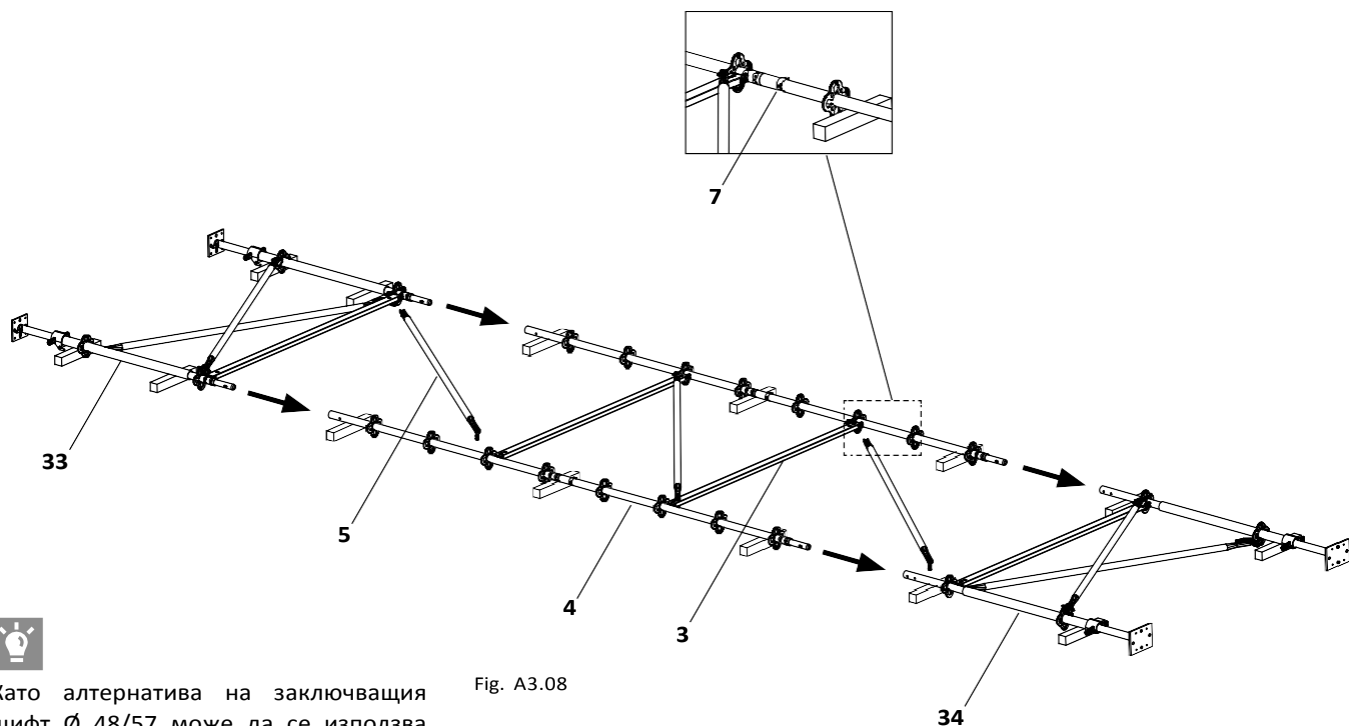

Fig. A3.08
1. Поставете стойките (4) в готовия горен елемент (34) и ги закрепете със заключващи щифтове (7).
2. Свържете стойките с гредите (3) и диагоналите (5), във формата на широка рамка.
4. Поставете готовия долен елемент (33) и го закрепете със заключващи щифтове (7). (Fig. A3.08)